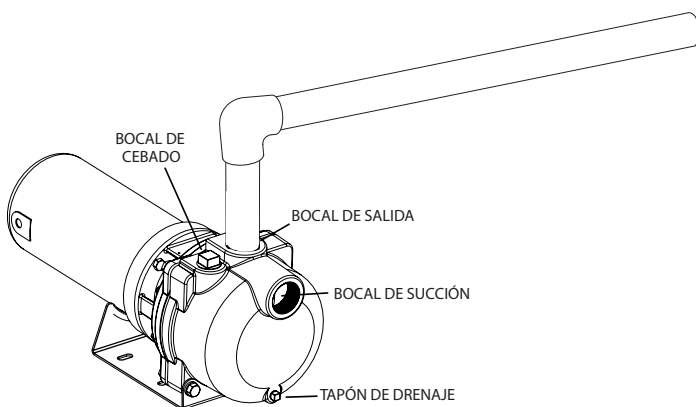

Figura 6
B. Conexiones del Bocal de Salida (Figura 6)